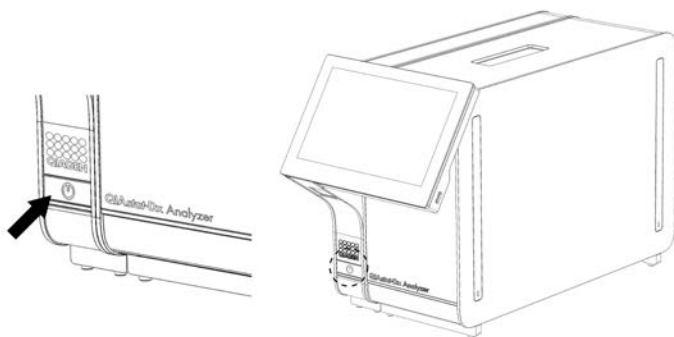

Рис. 22. Натисніть кнопку ON/OFF (УВІМК./ВИМК.) для запуску приладу.
1. Натисніть кнопку ON/OFF (УВІМК./ВИМК.) на передній панелі аналізатора КВІАстат-ДКс (QIAstat-Dx) 1.0, щоб запустити прилад (рис. 22).